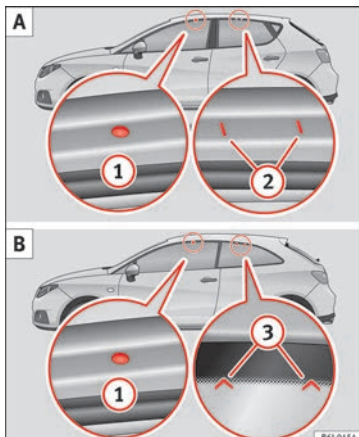

Fig. 123 Ibiza/Ibiza SC: puntos de fijación de las barras longitudinales para el portaequipajes del techo.
Los puntos de fijación delanteros y traseros ① y ② sólo pueden verse con las puertas abiertas »» **fig. 123 A**.
Los puntos de fijación delanteros ❶ sólo se pueden ver con las puertas abiertas; los puntos de fijación traseros ❸ están marcados en el borde superior del cristal lateral con puntas de flecha » fig. 123 B.